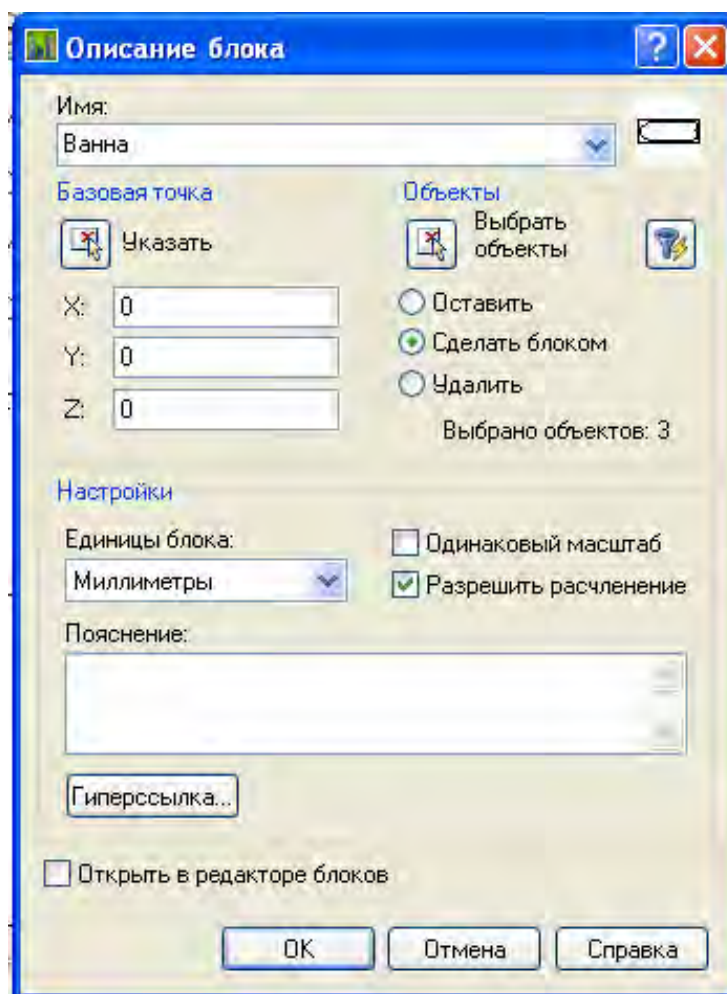

Рис. 27. Вид диалогового окна «Описание блока»
11.7. Выделяем вычерченную ванну, выбираем команду «Создать блок» , в открывшемся диалоговом окне «Описание блока» (рис. 27) в области «Имя:» задаем имя блока (например, «Ванна»), нажатием кнопки «Указать» указываем базовую точку (в качестве нее рекомендуем указать угловую точку ванны, удобную для последующего ее размещения).